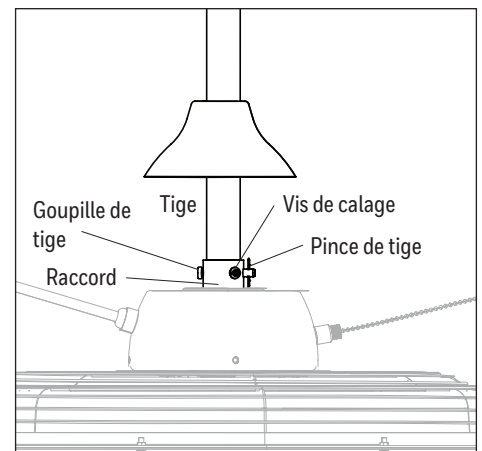

Figure 1.3
3. Alignez les trous de la tige avec trous de la raccord. Insérez la goupille et le pince de la tige. Serrez ensuite les deux vis de fixation (Figure 1.3).